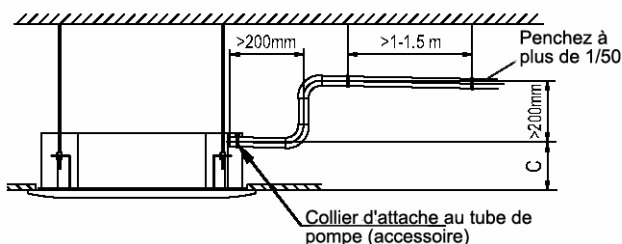

Figure 29
Assurez-vous qu'il n'y a pas de fuites au niveau des joints, à l'aide d'un détecteur ou avec de l'eau savonneuse. (cf. figure 29)
- Si la sortie du tuyau d'évacuation est plus haute que le joint de la pompe, le tuyau devrait être posé aussi verticalement que possible. La différence de hauteur ne doit pas être supérieure à 200 mm, sinon l'eau pourrait refluer quand le climatiseur s'arrête. (cf. figure 29)